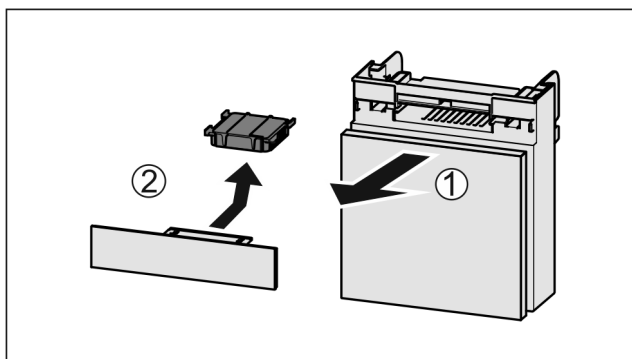

Fig. 175
- ▶ Træk rummet fremad Fig. 175 (1).
- ▶ Tag aktivkulfilteret Fig. 175 (2) ud.